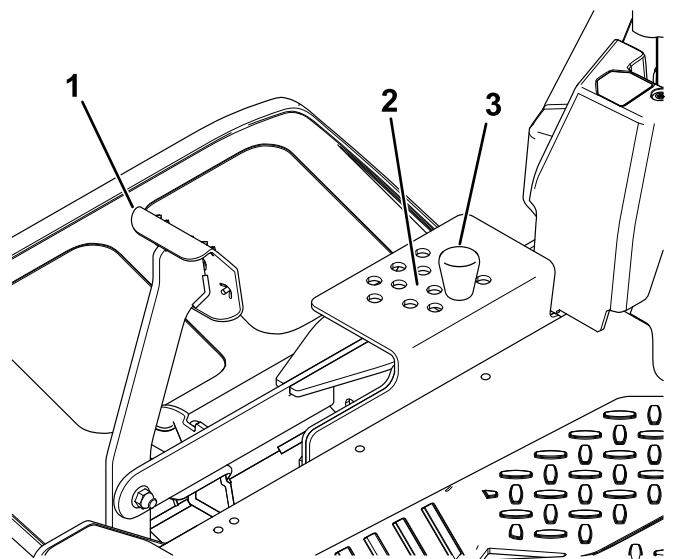

Figure 27
2. Pour changer la hauteur de coupe, retirez la goupille du support de hauteur de coupe (Figure 27).
3. Insérez la goupille dans le trou du système de hauteur de coupe correspondant à la hauteur de coupe voulue (Figure 27).